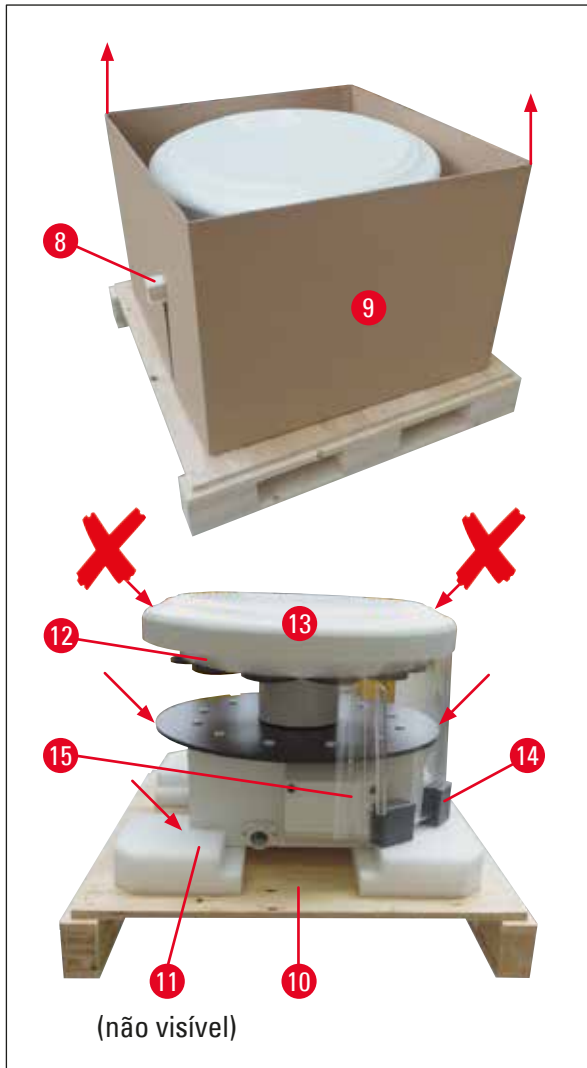

Fig. 11
- Levante o aparelho (usando 2 pessoas), segure pela plataforma do recipiente de reagentes ou pela parte inferior da carcaça (veja (→ Fig. 11), ↓ ↓ abaixo) e o levante da base (→ Fig. 11-10).